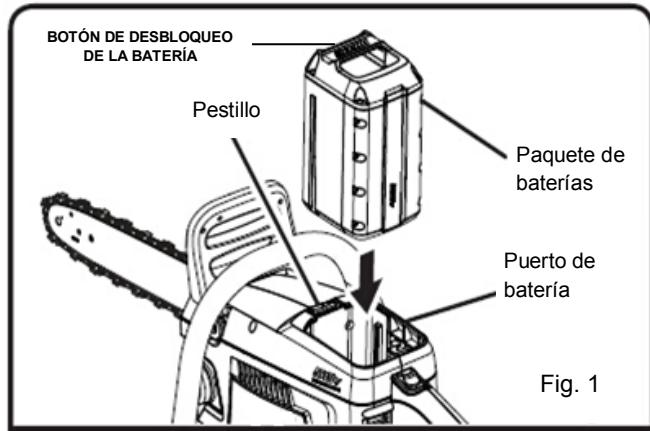

Fig. 1
- Alinee la ranura exterior del paquete de baterías con la costilla realizada interior del receptáculo para pilas de la herramienta y coloque el paquete de baterías en la herramienta. (Fig 1)